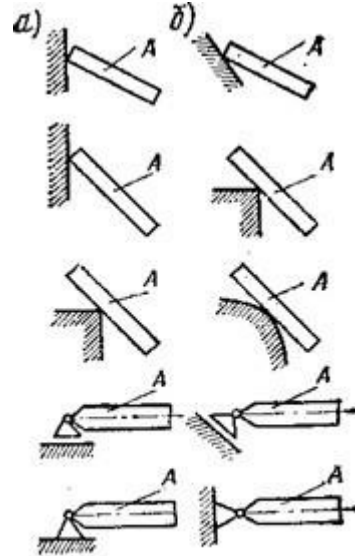

Рис. 2
- 26 Изменится ли направление реакций связей, если, не меняя нагрузку на брус А и его положение, изображенное на рис. 2, а, опоры (связи) заменить опорами (связями), как показано на рис. 2, б? (Трение не учитывать, т. е. связи считать идеальными.)